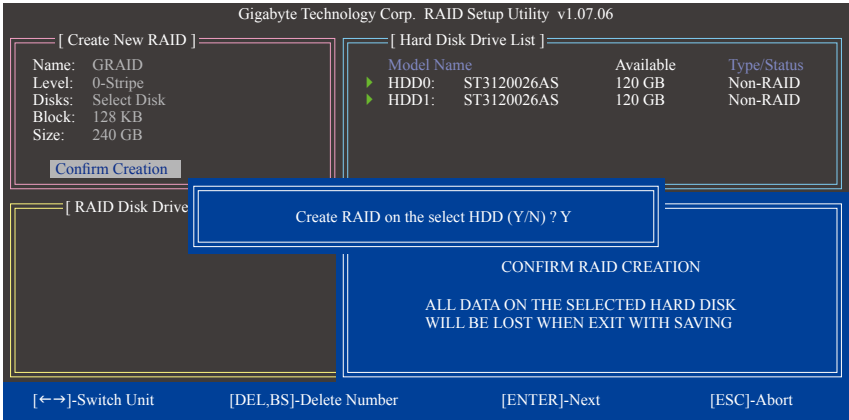

图7
6. 确认建立磁盘阵列(Confirm Creation): 完成以上设置后光标将自动跳至「Confirm Creation」项目, 请按<Enter>键, 当确认信息出现时, 确定制作磁盘阵列请按<Y>, 取消请按<N> (图7)。